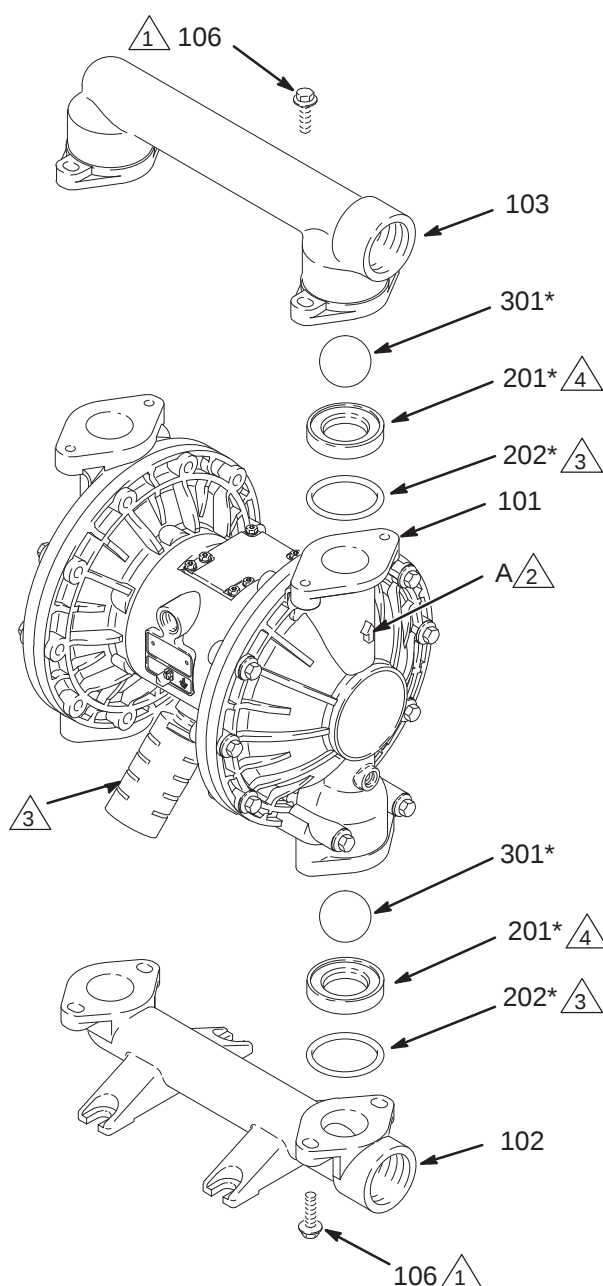

FIG. 10
3. à l'aide d'une clé à douille de 13 mm, retirez les quatre boulons (106) maintenant le collecteur de sortie (103) sur les capots à fluide (101). Consultez Fig. 10.
4. Retirez les joints toriques (202, *non utilisés sur certains modèles*), les sièges (201) et les billes (301) du collecteur.
5. Retournez la pompe et retirez le collecteur d'entrée (102). Enlevez les joints toriques (202, *non utilisés sur certains modèles*), les sièges (201) et les billes (301) du collecteur (101).
2. Remontez dans l'ordre inverse en tenant compte des remarques sur la Fig. 10. Assurez-vous que les clapets anti-retour à bille sont montés **exactement** comme indiqué. Les flèches (A) sur les capots à fluide (101) **doivent** être orientées vers le collecteur de sortie (103).
- 2 La flèche (A) doit être orientée vers le collecteur de sortie (103).
- 4 La surface biseautée d'appui doit être face à la bille (301).